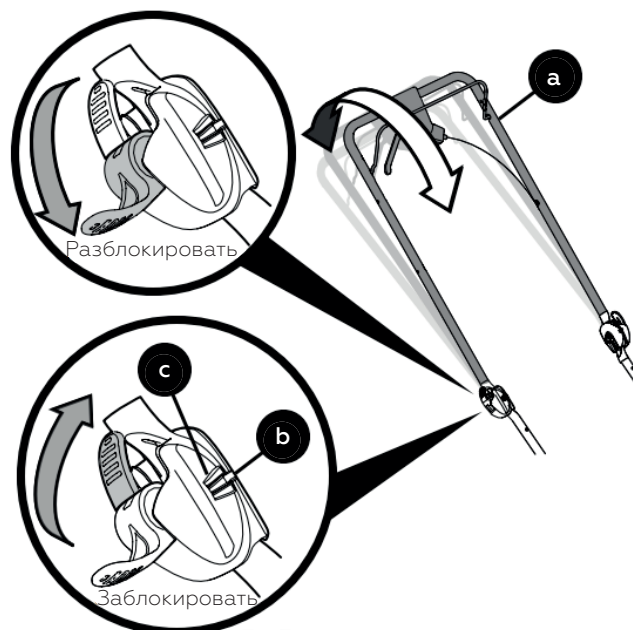

Рис. 19
1. Разблокируйте два фиксатора рукоятки (вставка, рис. 19).
3. Заблокируйте фиксаторы (вставка, рис. 19).